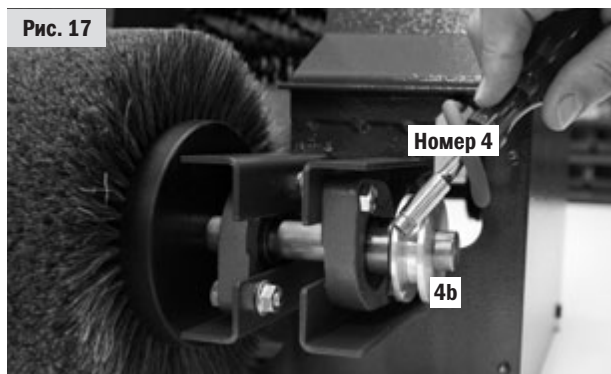

Рис. 17
9. Уложите круглый ремень № 4 через отверстие корпуса к верхнему корпусу на ремённый шкив 4а. Затем надлежащим инструментом (например, отвёртка) переведите на ремённый шкив 4b (рис. 17).